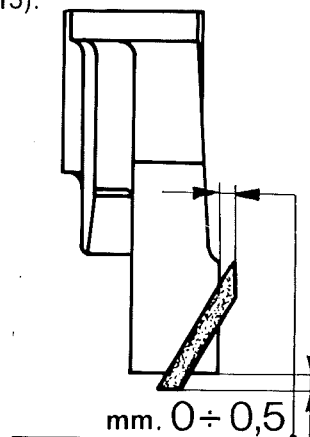

Fig. 15 - Montage des joints en caoutchouc sur les paliers.
- Découper les joints en caoutchouc mis sur les paliers extérieurs de façon qu'ils dépassent de $0 \div 0,5$ mm (fig. 15).